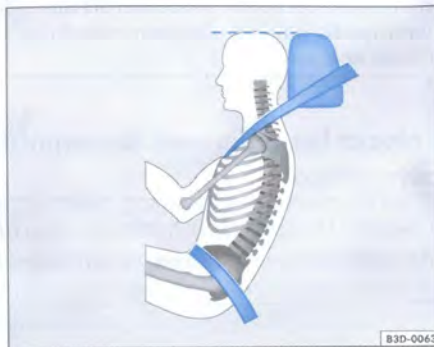

Fig. 13 Posiciones correctas del cinturón de seguridad y del apoyo para cabeza, vistas lateralmente
- La cinta inferior del cinturón de seguridad debe ponerse sobre la región pélvica, sin pasar por encima del abdomen. El cinturón de seguridad debe estar bien ajustado a la región pélvica del pasajero ⇒ fig. 13. Si es necesario, reajuste la banda del cinturón de seguridad.